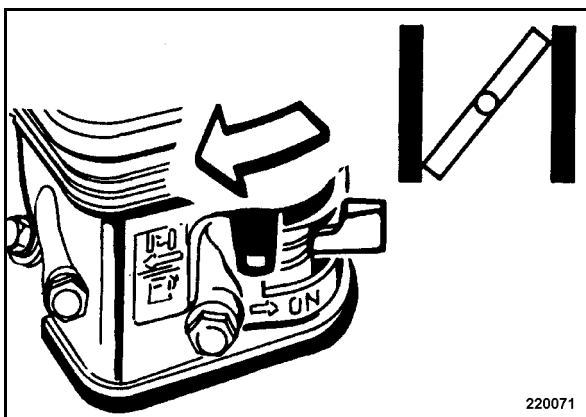

рис. 16
- Полностью закрыть воздушную заслонку, передвинув рычаг (рис. 16) до упора в направлении стрелки.